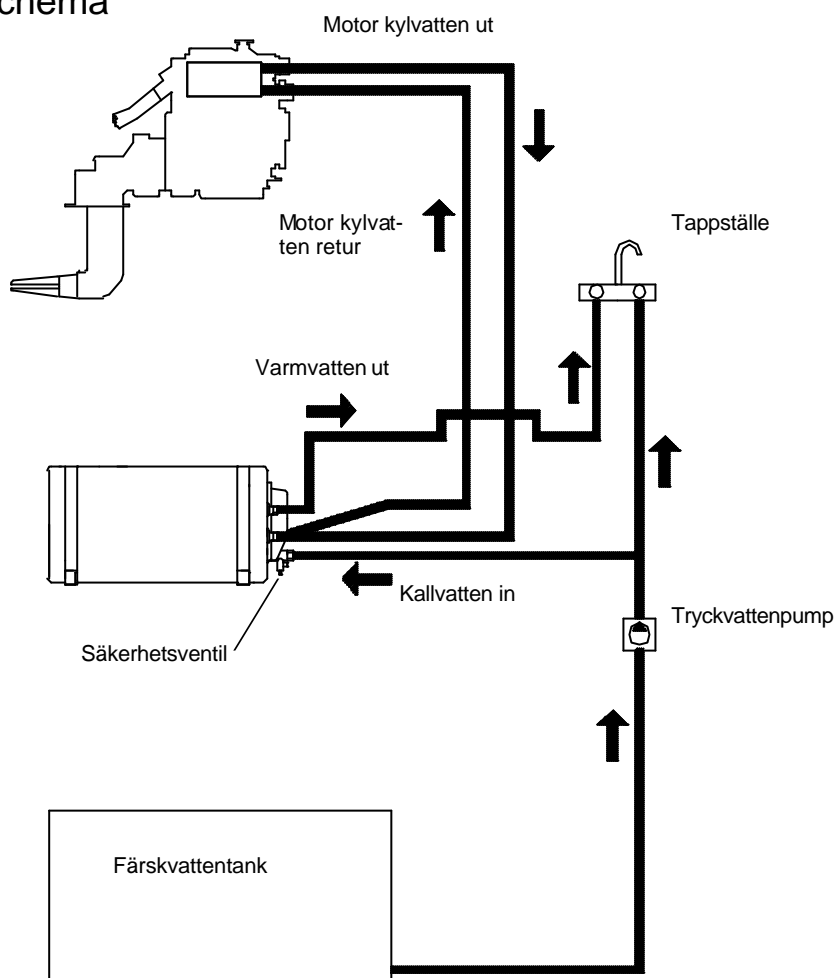

Fig. 2
3.2 Motoranslutningar (se schema, fig. 2): Beredarna är i första hand avsedda att anslutas till färskvattenkylda motorer. Vissa sjövattenkylda motorer har dock inbyggd termostat och en speciell anslutnings-sats, så att man kan få ut kylvatten med tillräckligt hög temperatur (65-85°C) Eftersom ISOTEMP varmvattenberedare har motorvattenslinga i rostfritt stål går den även att ansluta till sjövattenkylda motorer. Följ motortillverkarens uppgifter på lämpliga uttag på motorn. Dessa ska ha sådan tryckskillnad, att god (minst 2 l/min) kylvattencirkulation till beredaren erhålles. Om båten har två motorer, ansluts beredaren till en av dem. Om två beredare monteras, ansluts dessa parallellt. Slangar, nipplar och rör skall ej vara av klenare dimension än beredarens anslutningar (16 mm / 5/8") för att förhindra strypningar. Vid anslutning till små dieselmotorer på 10-15 hk kan det dock vara nödvändigt att minska flödet genom beredaren för att bibehålla motorns kylkapacitet.
3.3 Färskvattenanslutning (se schema, fig 2): Beredaren är avsedd att kopplas in så att den förses med färskvatten av en elektrisk tryckvattenpump från vattentanken. Elektrisk tryckvattenpump får ge max. 3,0 bar tryck, där en flermembranpump ger jämnare flöde och mindre tryckstötter. Vid högre tryck kommer säkerhetsventilen att öppna vid 6,0 bar. Varmvattenutloppet, som även avluftar beredaren, bör anslutas till blandarkranar vid respektive vask, så att alltid kallvatten kan blandas in för lämplig temperatur. Observera att temperaturen på utkommande varmvatten kan bli så hög som +85°C, vilket felanvänt kan vara farligt, risk för skällning. Ställ in lämplig temperatur på beredarens termostatblandare, mellan 38 och 65°C, då sådan finns monterad. Montera eventuellt en spillvattenslang (i.d. 10 mm) från säkerhetsventilen ner till kölsvinet eller annan mindre uppsamlingsbehållare. Spillvattenslangen måste alltid ha fritt utlopp och får ej anslutas till skrovgenomföring eller kran. Beredaren kan spilla lite vatten genom vattnets volymökning under uppvärmningsperioderna.